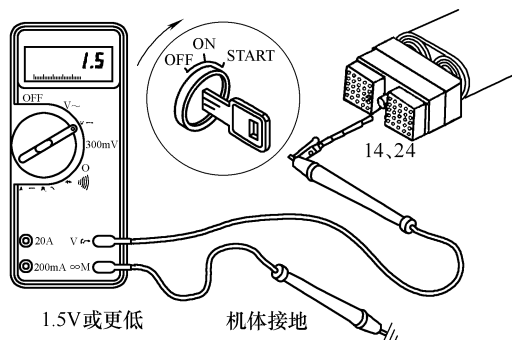

图 5-150 分别测量触针 14、24 与机体间的电压
(4) 检查外部电源是否短路 按上述方法, 隔离巡航控制选择开关电路, 将车辆开关转到接通位置, 分别测量 ECM 插头触针 14、24 与机体间的电压, 均应小于 1.5V , 如图 5-150 所示。